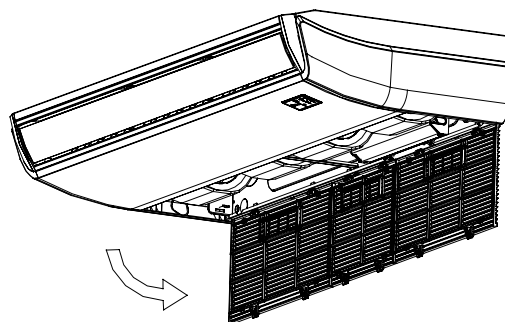

FIG. 6-2
- Saque el filtro de aire. (Consulte Fig.6-2)
- Vuelva a instalar el filtro de aire en el orden inverso al de Fig.6-2.